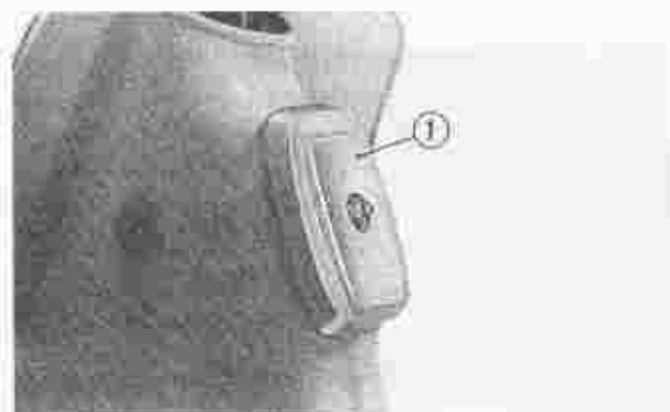

Fig. 16 C50H
- 1) Verwijder het luchtfilterdeksel. (Fig. 16)